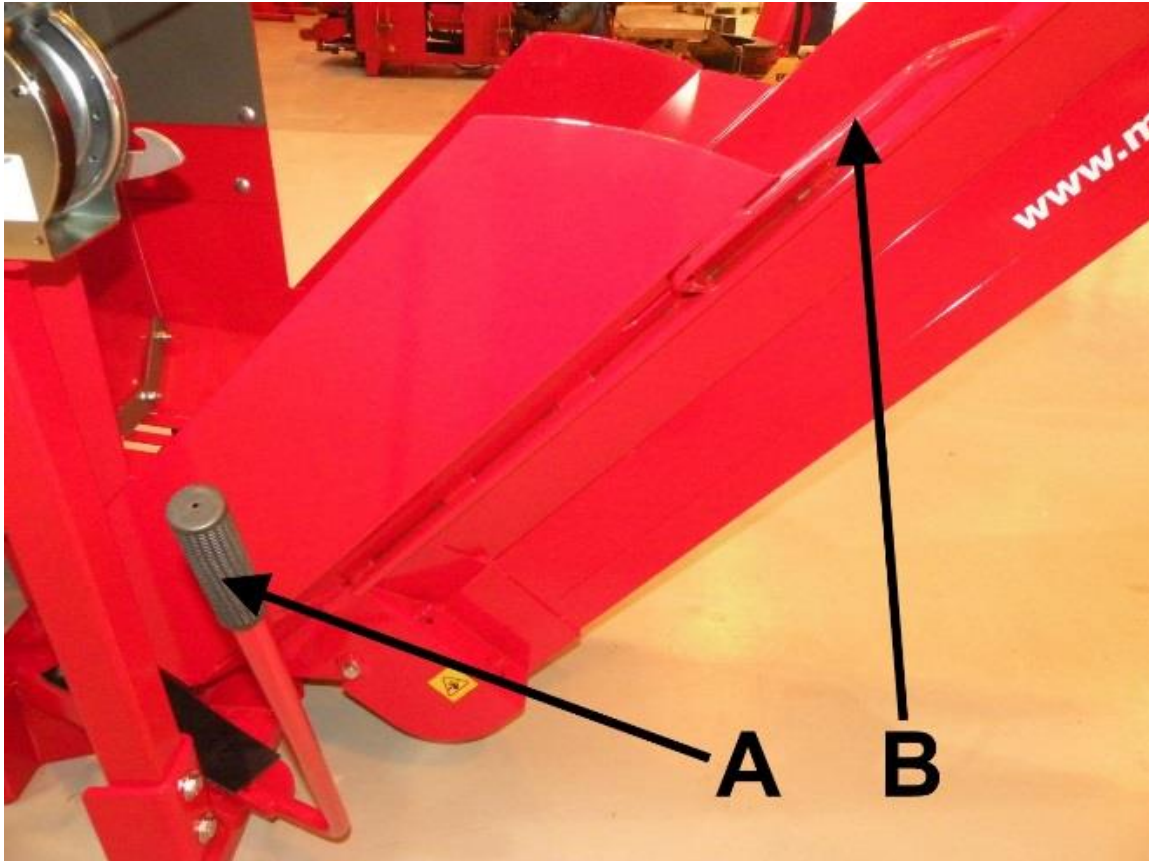

Bild 16.
- F. Inmatningstransportörens inmatningsspak. Inmatningstransportörens band rullar framåt när spaken F på bild 16 förs till höger.
I vedmaskinen Hakki Pilke Raven rullar utmatningstransportörens band med hjälp av en hydraulisk motor. Utmatningstransportören kan justeras i sido- och höjdded. Vänd transportören i sidled (tilläggsutrustning) med ställspak A och handtag B på bild 16 enligt följande:
Frigör transportören från låsningen genom att trycka spak A på bild 16 mot transportören och sväng transportören till önskat läge med handtag B.